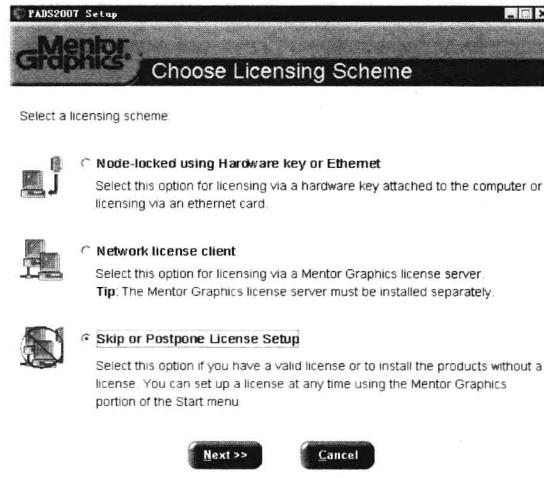

图 1-11 “PADS2007 Setup” 对话框
③ “Working” 对话框自动关闭之后，系统弹出“PADS2007 Setup”对话框，如图 1-11 所示。